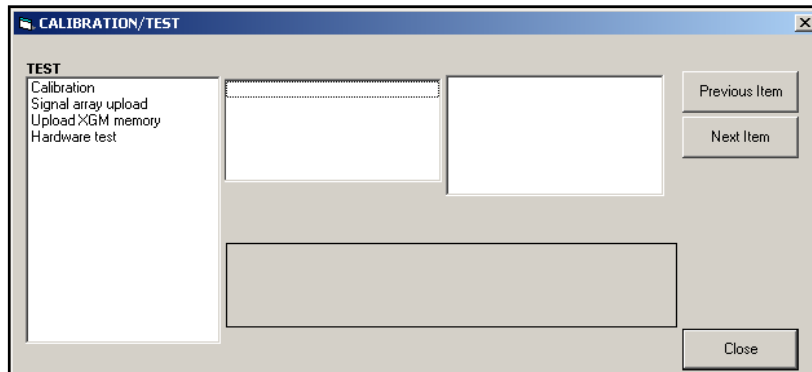

Figura 10: Menú *Calibración/Prueba*
5. Para introducir datos en el programa de usuario, haga doble clic en el menú *Calibración/Prueba*. Aparece una ventana similar a *Figura 10*.
1. En el menú *Calibración/Prueba* (véase *Figura 10 en la página 38*), haga doble clic en la entrada *Calibración* para abrir la opción.
Para calibrar cualquier tarjeta opcional instalada en la ranura 1 del XGF868i, acceda al menú *Calibración/Prueba* como se muestra en la *Figura 10 en la página 38*.